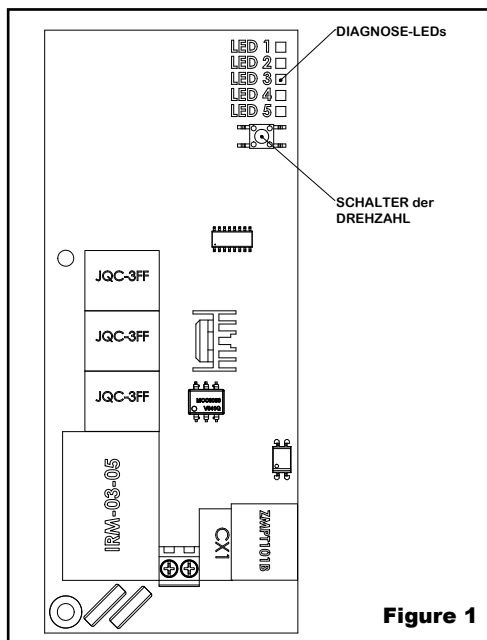

Figure 1
Ces modèles incluent une commande de réglage de vitesse de soufflerie pour (3) niveaux de fonctionnement – grande vitesse (Hi), moyen vitesse (MED) et basse vitesse (Low). Le sélecteur se trouve sur la carte de circuits imprimés dans le sèche-main, comme illustré à la figure 1 ci-dessous.
3. Situer le sélecteur sur la carte de circuits imprimés à l'intérieur du sèche-mains comme illustré à la figure 1 ci-dessous et ajuster la vitesse de la soufflerie comme souhaité. (Remarque : Lorsque la vitesse moyenne ou faible est sélectionnée, la LED 3 sur le circuit imprimé s'allume.)